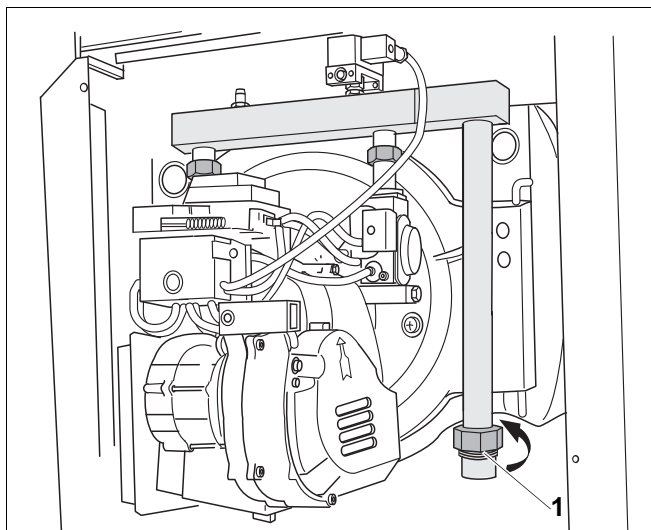

Рис. 24 Подключение газа
- Отсоедините подключение газа (рис. 24, поз. 1).